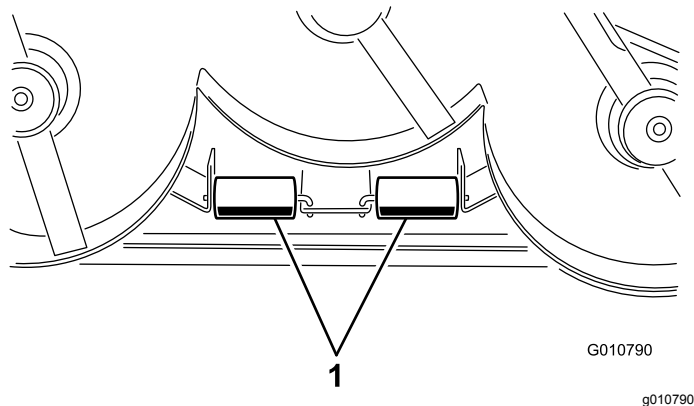

図 13
1. ローラのシャフトをデッキ裏側のブラケットに固定しているコッターピンを取り外す 図 13。